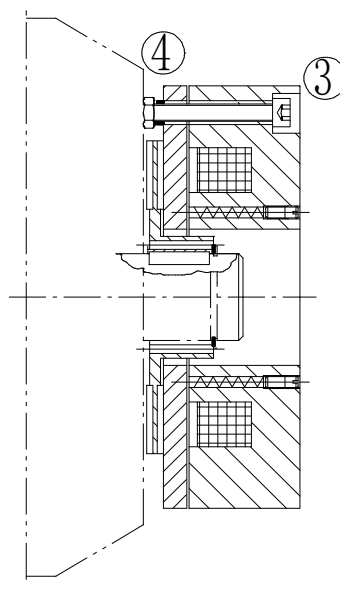

图 8-8b
- (2) 如图 8-8b，旋松制动器安装螺钉③、调节空心螺母④，使工作气隙到 0.6mm，再旋紧制动器安装螺钉③；